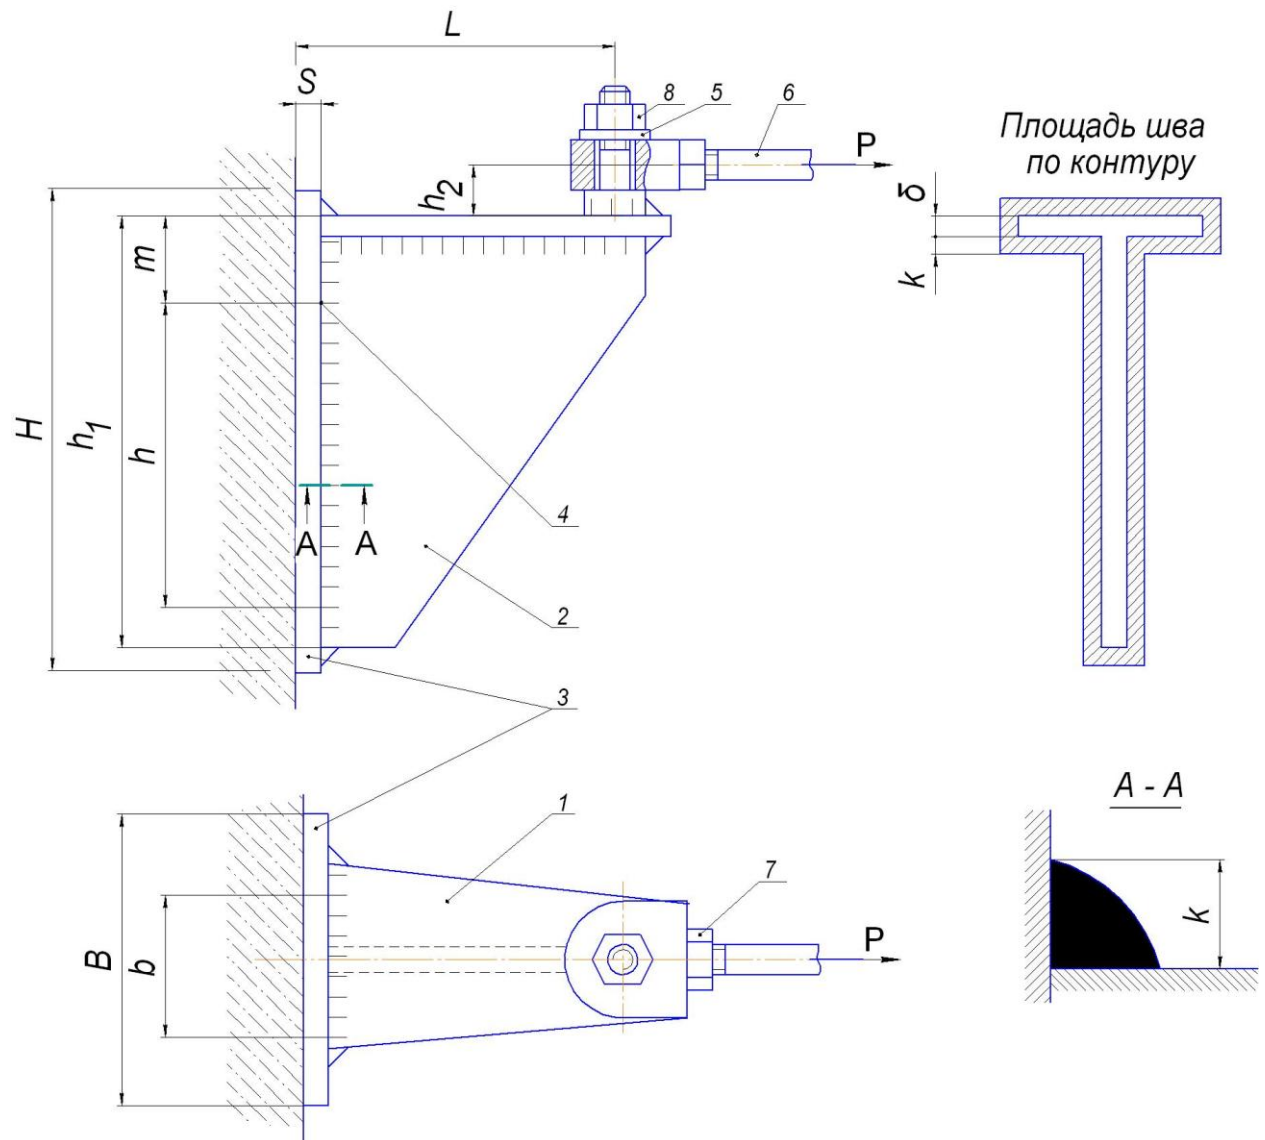

Рисунок 2. Кронштейн:
Расчет сварных швов кронштейна и болтовых соединений его опорной плиты с фундаментом (рис. 2).
2. Рассчитать болтовое соединение опорной плиты кронштейна с железобетонной колонной (рис.2):